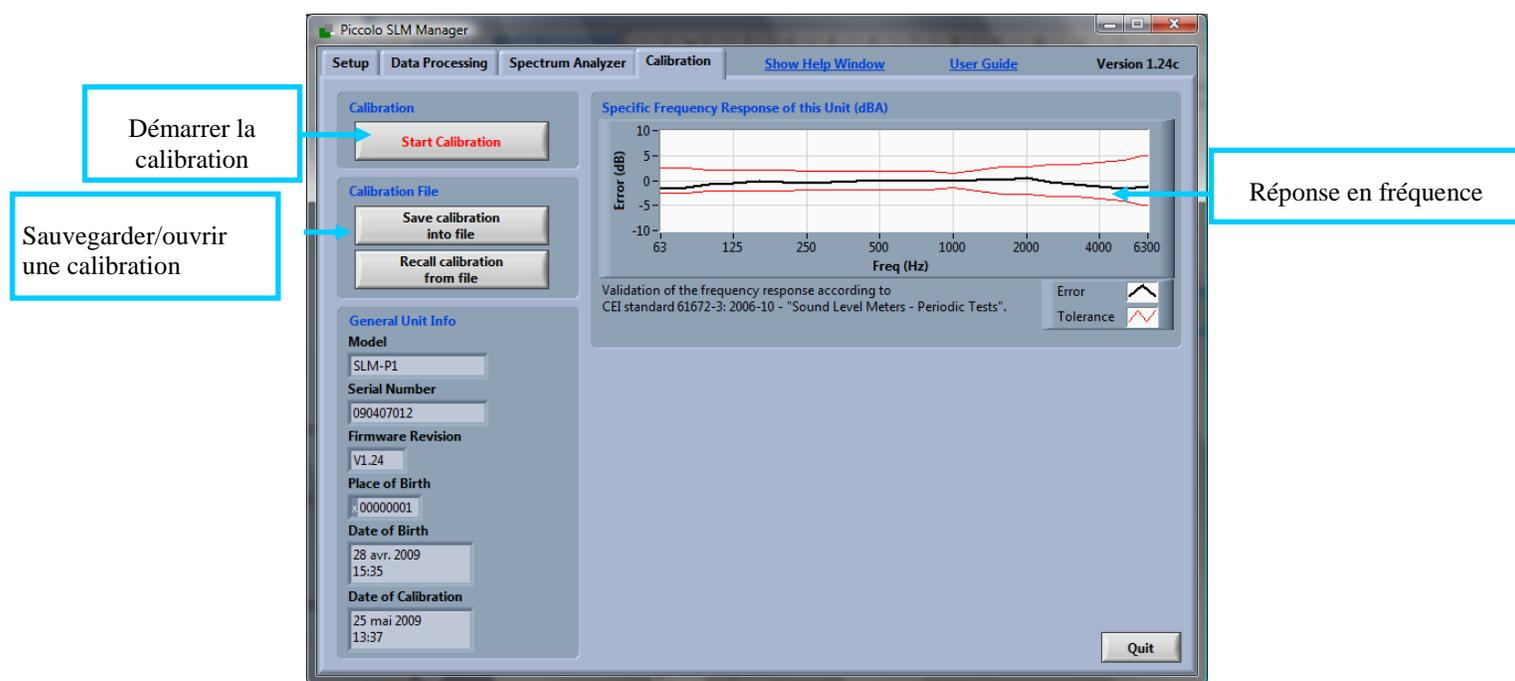

Figure 6: Onglet *Calibration*
2. Cliquer sur le bouton *Start Calibration* et suivre les étapes à l'écran afin de calibrer le sonomètre (figure 6).